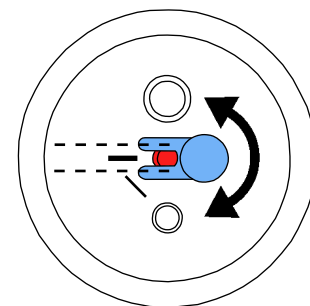

Fig. 12
- Duza de dozare se va regla la rezervoarele de sablat la 25 - 70  $\mu\text{m}$  (Fig. 12).